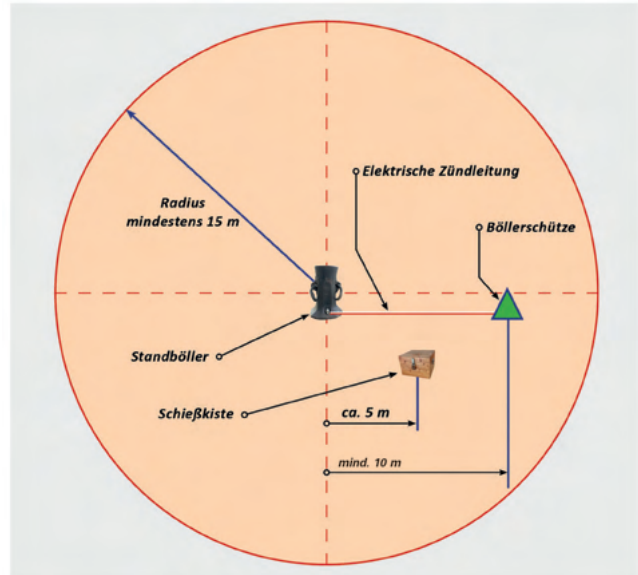

Abb. 53: Empfohlener Sicherheitsbereich für Standbölller mit elektrischer Anzündung
- Sicherheitsbereich prüfen und festlegen (s. Abb. 53, S.124).